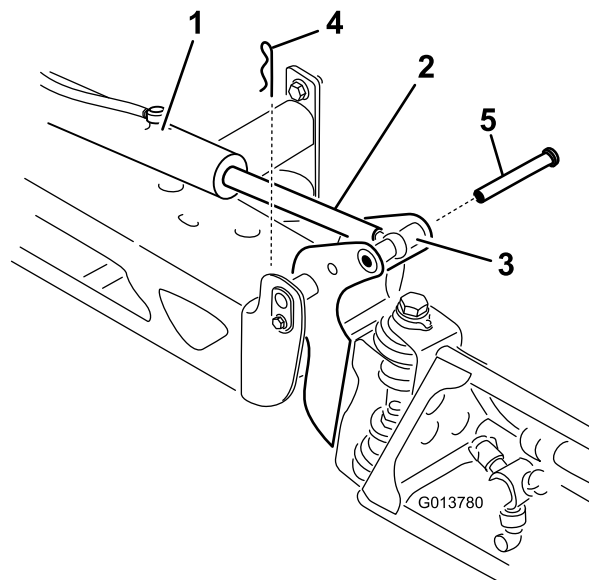

Figura 64
2. Retire o perno de gancho do pino de articulação (Figura 64).
3. Levante a rampa e retire o pino (Figura 64). Faça descer lentamente a rampa até ao solo.
- Levante a rampa para alinhar a articulação com a barra do acionador. Enquanto segura na rampa, insira o pino através tanto da articulação da rampa como da barra do acionador (Figura 64).